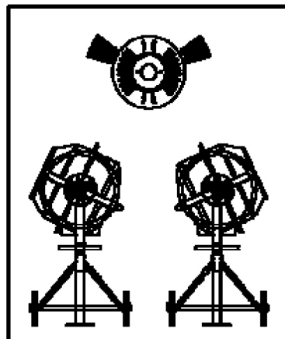

Fig.13
- Posizionare l'asse del tamburo per il caricamento del calcestruzzo come mostrato in Fig.13.